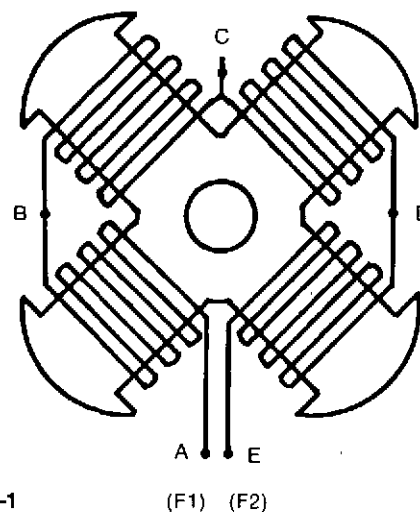

FIGURA 8-1
Paso 3: Mida y registre los voltajes a través de cada polo. Entre los puntos "A" y "B", "B" y "C", "C" y "D", "D" y "E" (Figura 8-1).